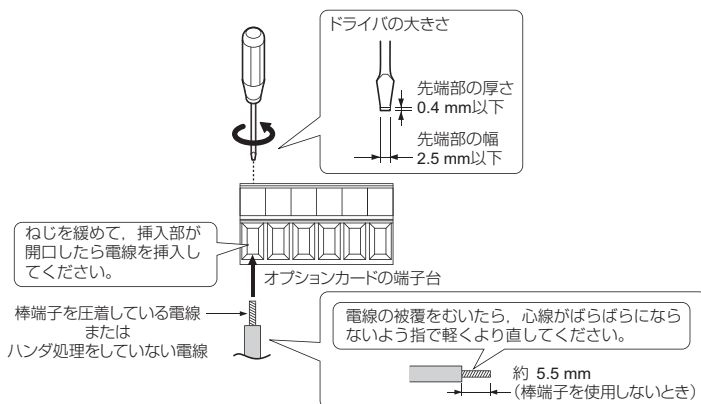

図 17 電線の端末処理と配線
5. オプションカードの端子台とPGを接続してください。配線については図 17 を参照してください。また、接続図については 図 21 を参照してください。